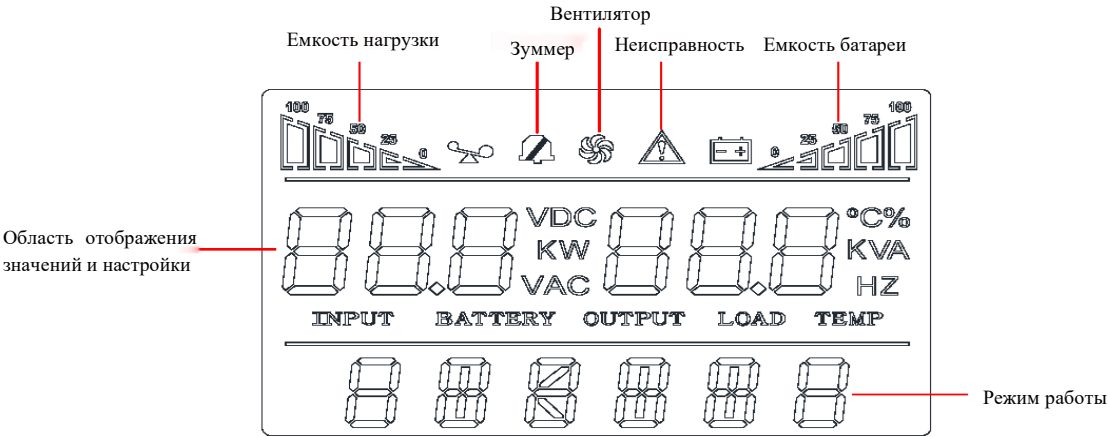

Рисунок 6.2 – Меню ЖК-дисплея
6.3.1 ЖК-дисплей разделен на три области (рисунок 6.2): Область отображения иконок, область отображения значений и настроек, а также область режима работы.